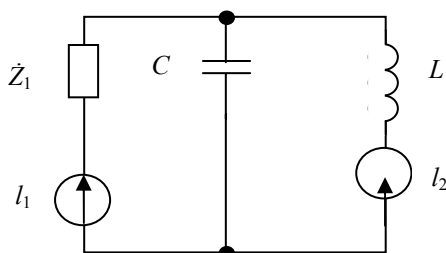

Рис. 3.10
3.1.10. Найти токи в электрической цепи (рис. 3.10), если  $i_1 = 120\sqrt{2} \sin(\omega t)$  В,  $i_2 = 100\sqrt{2} \cos(\omega t - 120^\circ)$  В,  $K = 2$  Ом,  $X_C = 10$  Ом,  $X_L = 5$  Ом.